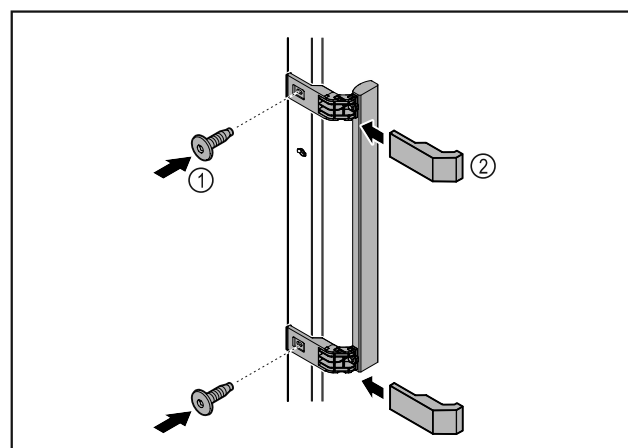

Fig. 3
- Meegeleverde greep met de meegeleverde schroeven *Fig. 3 (1)* op de deur aanbrengen.
- Afdekplaatje *Fig. 3 (2)* plaatsen.